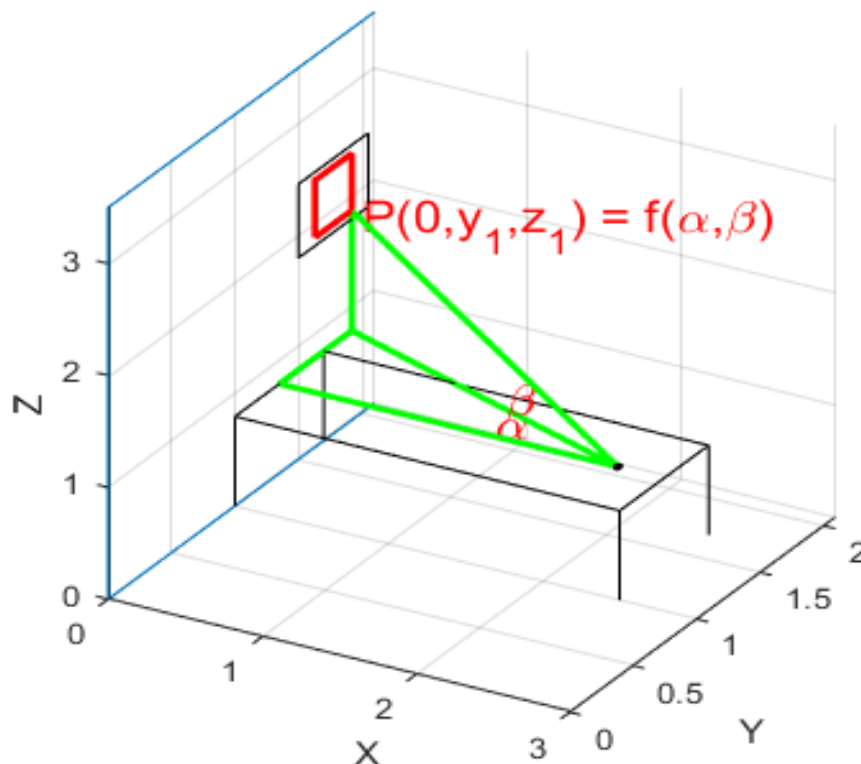

Figura 1 – Diagrama para cálculo da cinemática direta e inversa, disponível no arquivo de Matlab na área de trabalho e no moodle.
Entretanto, pode-se desejar calcular a projeção da direção de um braço robótico em um determinado plano, projetando por exemplo um laser. Esse será o caso de nossa experiência. A figura 1 detalha como pode ser determinada, a partir de trigonometria, a cinemática direta e inversa para que o braço robótico 7bot projete um laser no quadrado desenhado na cartolina, fixada na parede do laboratório.
- 2) escolher uma origem e uma posição para o 7bot, o equivalente ao ponto preto sobre a mesa na Figura 1, e medir as distâncias necessárias usando a trena e a régua disponíveis;